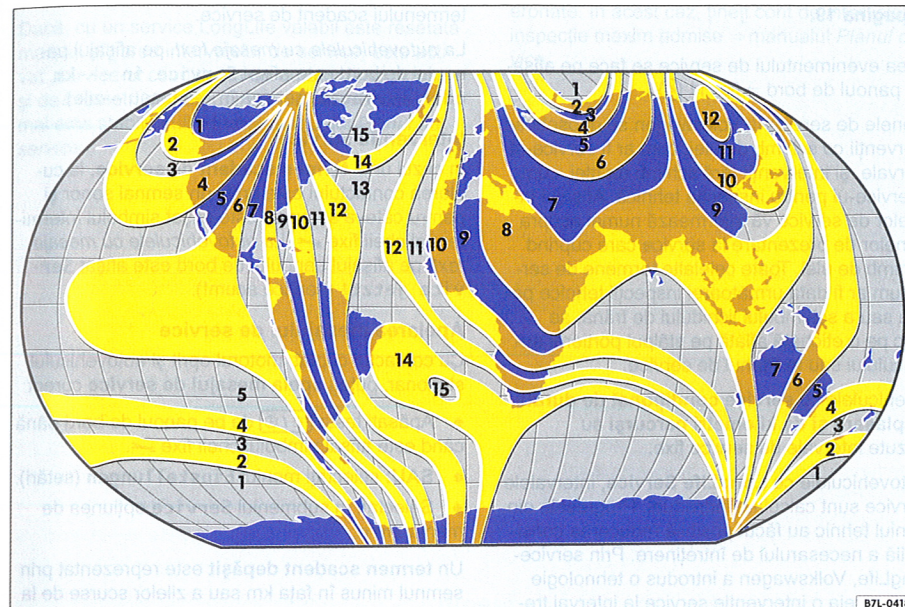

Fig. 13 Zonele busolei.
- Selectați zona busolei corespunzător poziției actuale ⇒ fig. 13.